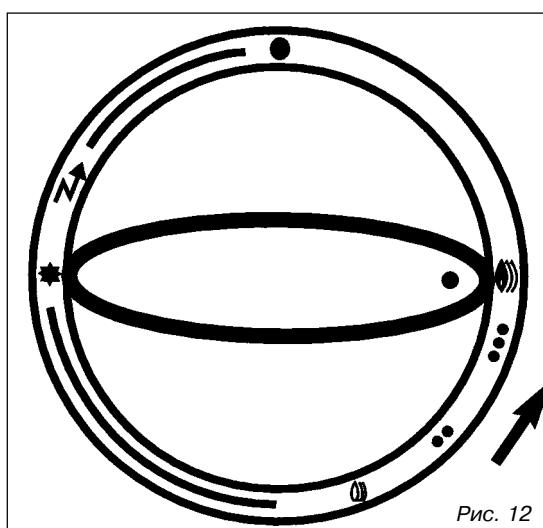

Рис. 12
- Когда запальная горелка воспламенится, подержать ручку несколько секунд в положении “★” для установления рабочего состояния термопары системы защиты, а затем перевести ручку (поворачивая её по-прежнему в направлении стрелки) в положение между метками “○” и “◎” (рис. 12).